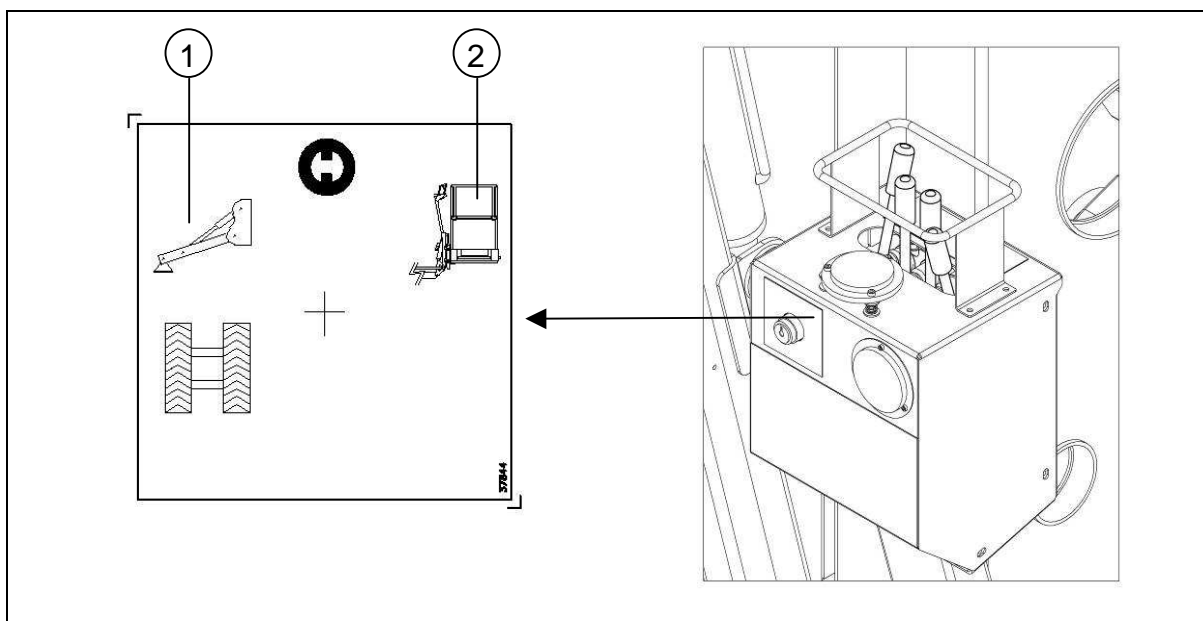

fig. 4.3.5
1. Den Wählschalter (**pos.2 fig. 4.3.5**) in die Position "Arbeitsbühne" schalten.
- Den Schlüssel in den Wählschalter Stützen/Arbeitsbühne inserieren und in Position „Stützen“ (**pos.1 fig. 4.3.5**) geben